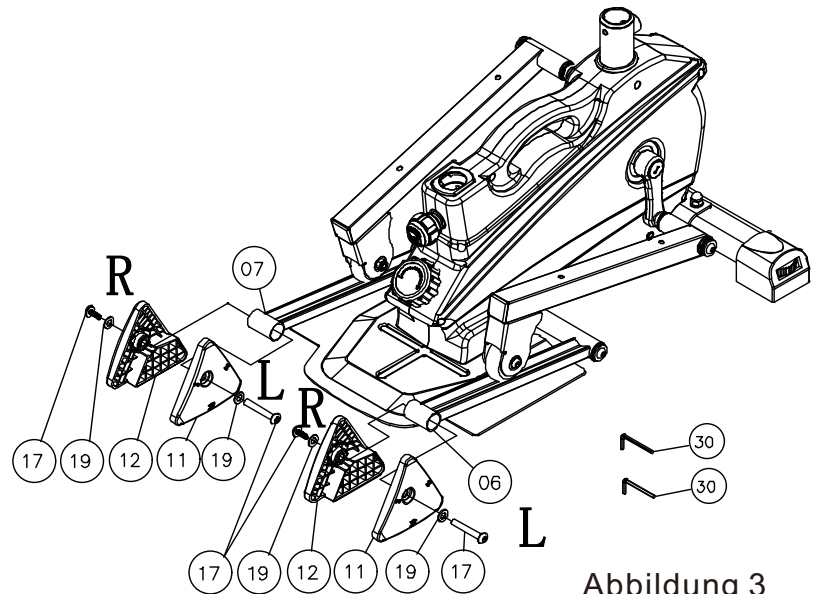

Abbildung 3
3. Verwenden Sie zwei Nr. 17 zum Einschrauben der Schrauben und zwei Nr. 19 Flachdichtungen, um die Nr. 11 und Nr. 12 dreieckigen Verstellsitze an den vorderen Enden der Nr. 06 und Nr. 07 linken und rechten Verstellwinkel zu befestigen. Wie in Abbildung 3 dargestellt: